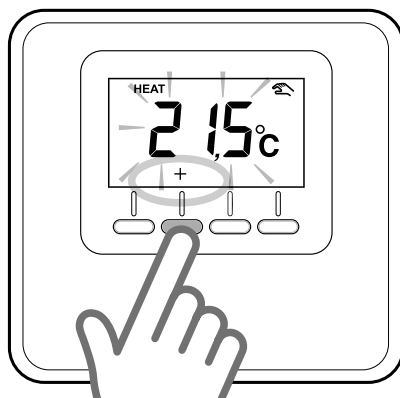

Fig. 5
Apăsați tastele de reglare “+” sau “-”, pentru a seta valoarea de temperatură a mediului dorită (Fig. 5). Apăsați tasta “OK” pentru a confirma.
- Apăsăți tastele “+” sau “-” pentru a alege zona de atribuit. (Fig. 5)